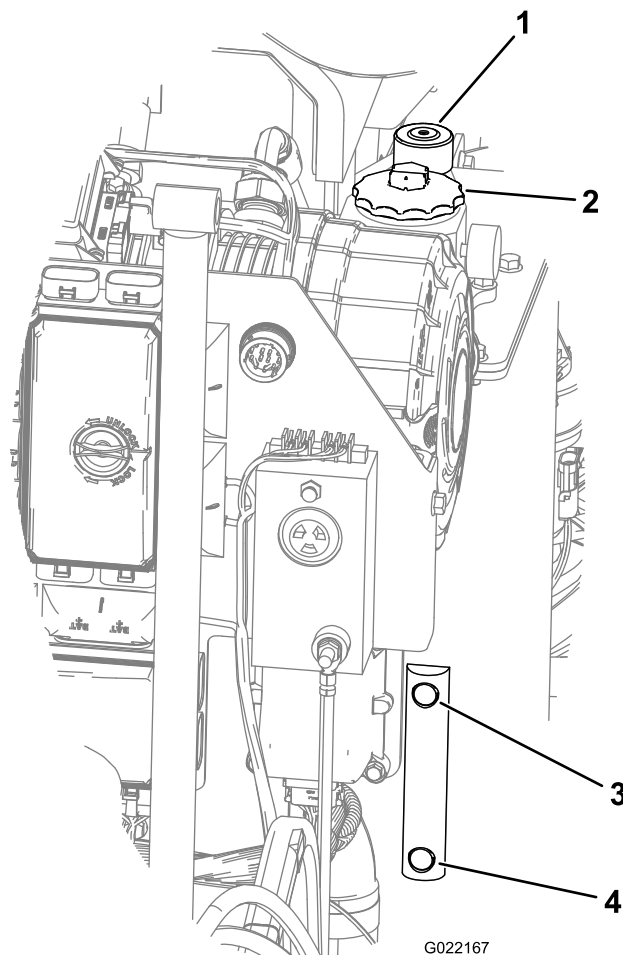

Рисунок 144
3. Посмотрите на визуальный указатель в баке гидравлической жидкости и проверьте ее уровень (Рисунок 144).
4. Если уровень низкий, откройте крышку гидравлического бака и добавьте рабочую жидкость указанного типа, пока ее уровень не достигнет отметки «Полный» по визуальному указателю (Рисунок 144).